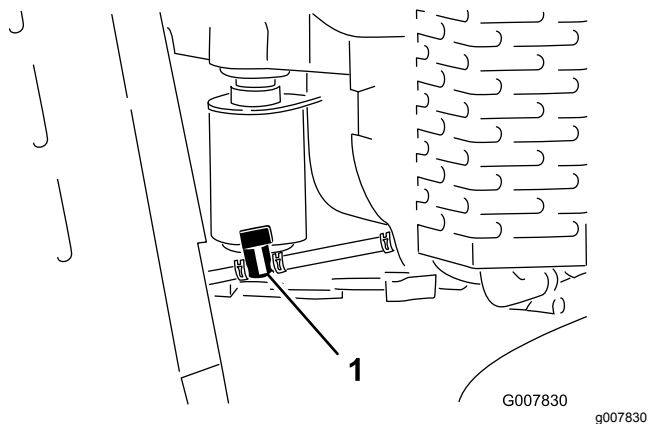

Figura 35
3. Ruotate la valvola di intercettazione del carburante in posizione chiusa (Figura 35).
4. Unite premendo le estremità della fascetta stringitubo sul lato del motore dove è posizionata la valvola e allontanatele dalla valvola facendole scorrere sul tubo del carburante (Figura 35).
5. Togliete i tubi del carburante dalla valvola (Figura 35).